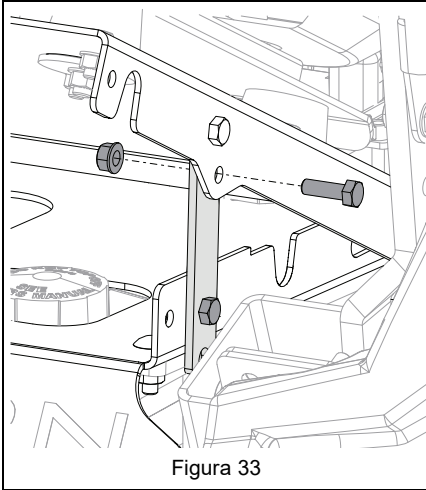

Figura 33
- Fije el soporte al asiento con la tornillería extraída en el paso 4. Repetir los pasos en el otro lado de la unidad. Consulte Figura 33.